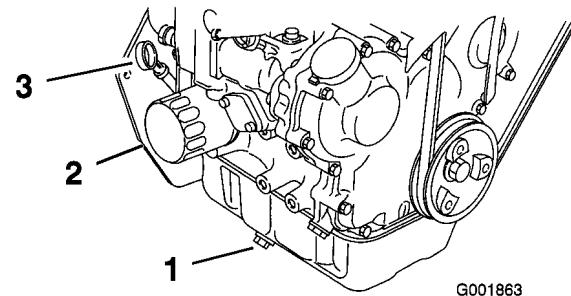

Bild 41
5. Stellen Sie eine Auffangwanne unter die Ölablassschraube. Entfernen Sie die Ablassschraube (Bild 41) und lassen das Öl vollständig ablaufen.